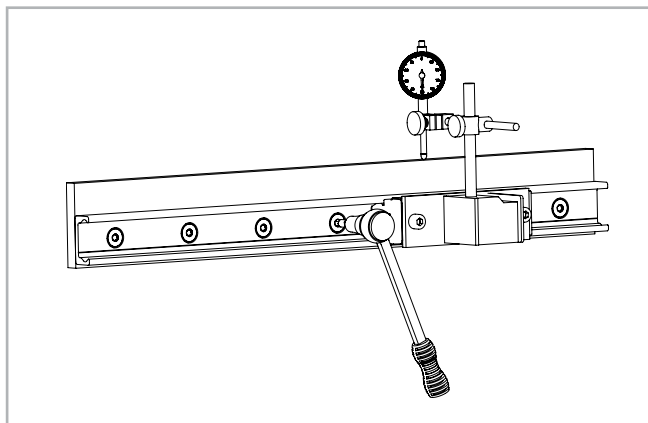

Abb. 161
(2) Montieren Sie eine Messuhr am Läufer so, dass Sie den Versatz der Schiene zu einer Referenzlinie messen können. Positionieren Sie den Läufer nun in der Mitte der Schiene und stellen die Messuhr auf Null. Bewegen Sie den Läufer um jeweils zwei Bohrabstände vor- und rückwärts und richten Sie dabei die Schiene sorgfältig aus. Befestigen Sie die drei mittleren Schrauben dieses Bereiches nun mit dem vorgeschriebenen Anzugsmoment, s. Abb. 161.
(3) Positionieren Sie den Läufer jetzt an einem Schienenende und richten Sie die Schiene vorsichtig auf den Messuhrwert Null aus.